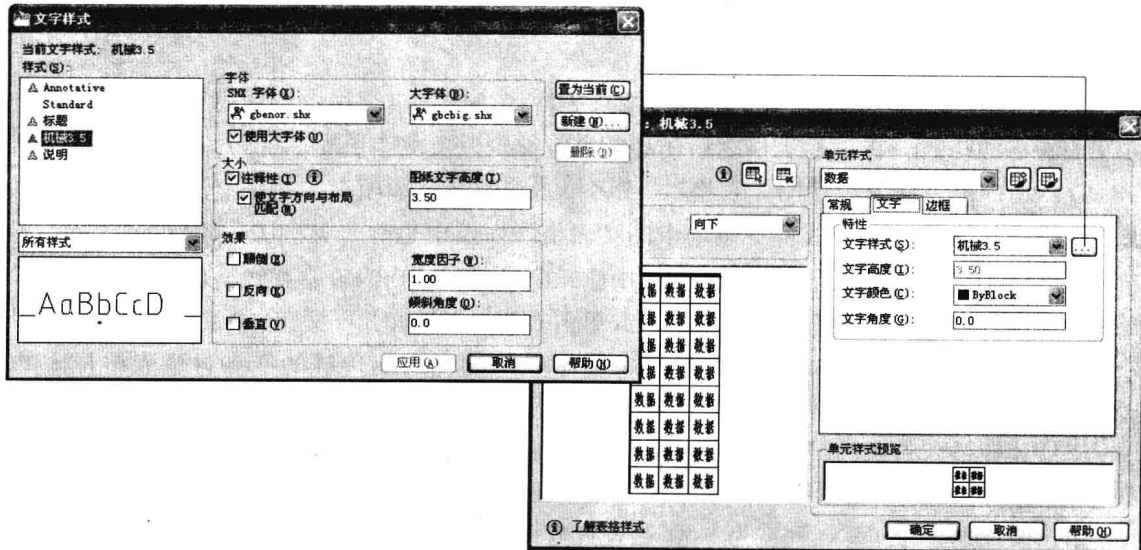

图 5-3-3
(4) 单击“文字”选项卡，“文字样式”项选择“机械 3.5”，如图 5-3-3 所示。